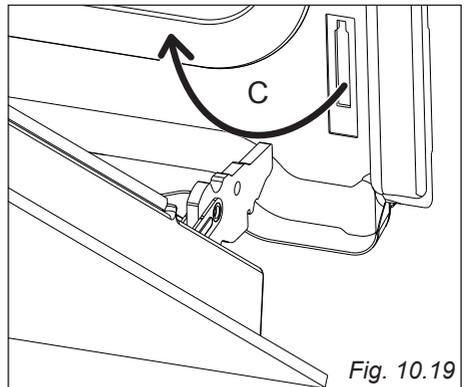

Fig. 10.19
- A continuación, extraiga el pasador superior de su alojamiento "C" (fig. 10.19).